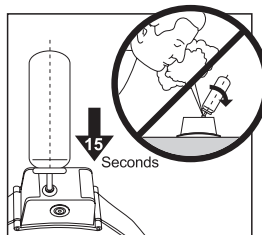

Fig. 3
2. Primero deje salir el aire del depósito presionando dos veces el orificio de recarga (2) con un destornillador.
3. Introduzca la boquilla del spray desde arriba en el orificio de recarga (2) del dispositivo.
4. Para llenar el dispositivo, mantenga la boquilla del spray en el orificio de recarga (2) durante aprox. 15 segundos (Fig. 3).